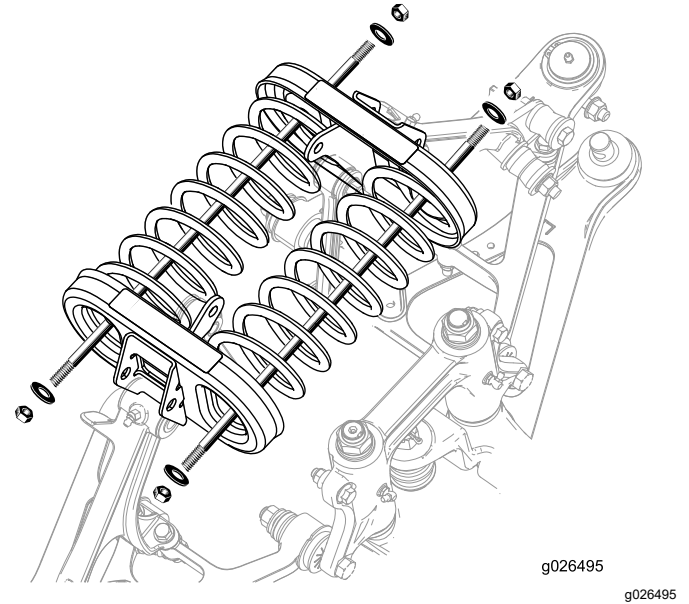

Figure 19
3. Montez les écrous et les rondelles à chaque bout de la tige (Figure 19).
4. Serrez 1 écrou sur chaque tige pour fixer les ressorts (Figure 19).